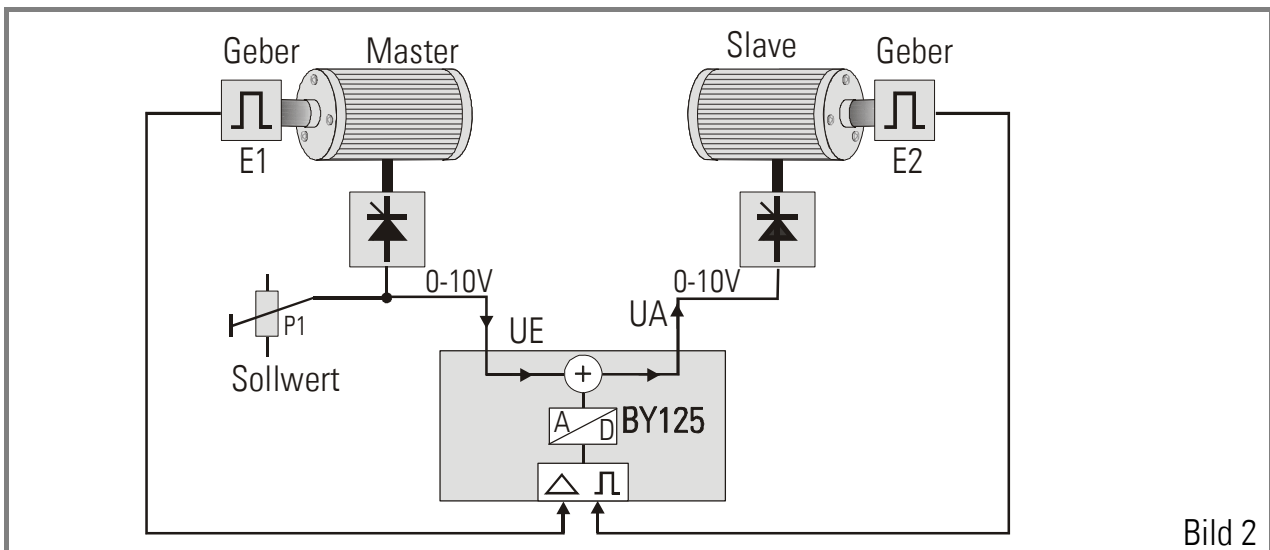

Bild 2
Aus Bild 2 ist ersichtlich, dass zum Betrieb des Folgeantriebes zunächst ein **Grundsollwert** UE erforderlich ist, dem dann ein digital erzeugter Korrektursollwert überlagert wird. Es ist leicht einzusehen, dass dieser Grundsollwert proportional zum Istwert der Master-Drehzahl sein muss.
- a) Verwendung des Sollwertes des Masterantriebes (wie in Bild 2 gezeigt) Dies setzt voraus, dass im Masterantrieb selbst keine nennenswerten Hochlauf- oder Rücklauframpen programmiert sind, weil ja sonst bei Beschleunigung oder Bremsung die Spannung UE nicht mit der tatsächlichen Masterdrehzahl übereinstimmt. Verfahren a) darf also nur angewendet werden, wenn der Sollwert UE bereits die Rampenfunktion enthält (z. B. wenn die Rampe von einer SPS oder einem Motorpotentiometer erzeugt wird), und die internen Rampen des Antriebes selbst auf Null oder Minimalwert programmiert sind. Eine eventuell vorhandene Istwertspannung (z. B. von einem Tachosignal) kann dagegen bedingungslos verwendet werden.